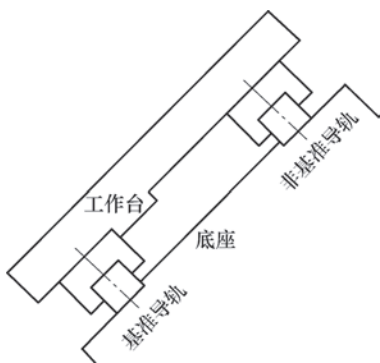

图 5
(4) 斜装(见图5)。导轨副按照一定角度,一般是 30° 、 45° 和 60° 倾斜安装,一般选用高刚性滚柱导轨副和径向重载导轨副,有利于克服重力,保持导轨副稳定性,以提高机床精度,适用于中大型机床,尤其是在斜床身数控车床应用中非常广泛。